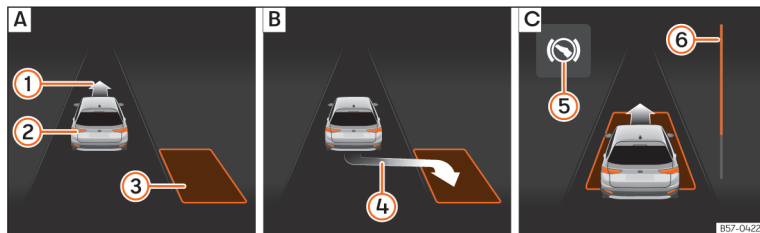
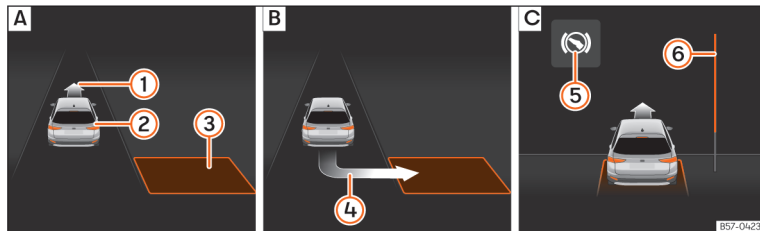

Рис. 165 Дисплей комбінації приладів: паралельне паркування. [А]: Пошук місця для паркування. [В]: Положення для паркування. [С]: Маневрування.
Рис. 166 Дисплей комбінації приладів: перпендикулярне паркування. [А]: Пошук місця для паркування. [В]: Положення для паркування. [С]: Маневрування.
- На дисплеї комбінації приладів перевірте, чи "підходить" знайдене місце для паркування та чи правильне положення займає автомобіль >>> **рис. 165 [В]** або >>> **рис. 166 [В]**. Якщо місце підходить для паркування, на дисплеї відображається стрілка ④.
»» **рис. 165**  або »» **рис. 166** ; **АБО:** їдьте заднім ходом, доки на дисплеї комбінації приладів не з'явиться повідомлення **Робота Park Assist завершена**. Графічний індикатор  показує залишкову відстань.
»» **рис. 165**  або »» **рис. 166** .
Графічний індикатор »» **рис. 165**  та »» **рис. 166**  на комбінації приладів показує залишкову відстань, яку треба проїхати. Чим більша відстань, тим повнішим виглядає